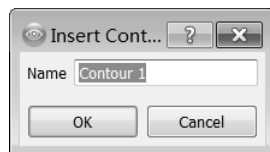

图 17-74 创建云图
Step5：单击工具栏中的  按钮，在弹出的如图 17-74 所示的 Insert Contour 对话框中确定默认输入，单击 OK 按钮。